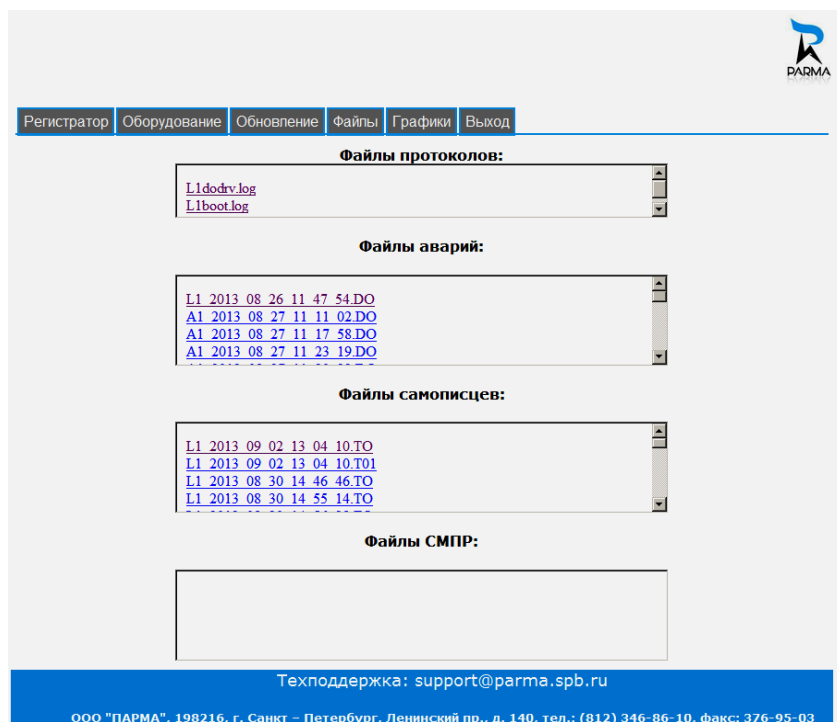

Рисунок 31. Вкладка “Файлы”.
7.3.3.4 Для обновления программного обеспечения через web-интерфейс необходимо войти во вкладку – **Обновление** и выбрать файл (рисунок 31), который будет обновлен: BOOTCE.INI, DODRV.INI, PASSWORD.CFG, NK.BIN либо пакет обновлений в виде файла Upgrade.zip.